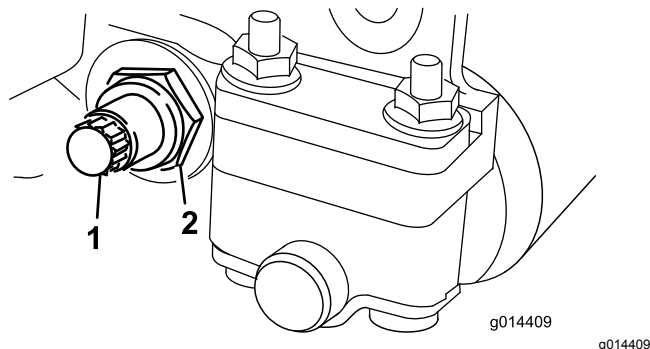

图25
3. 在机器的另一侧松开固定底刀架螺栓图25的锁紧螺母。
4. 拆下每个底刀架螺栓即可向下拉动底刀架并从机器螺栓上拆下来图25。